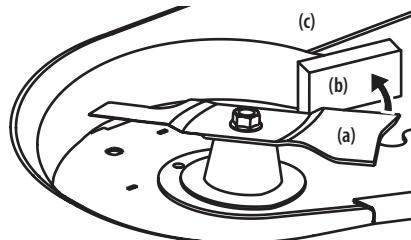

Figura 40
- Envuelva un extremo de la cuchilla (a) con un paño y sujetela para evitar que gire, o inmovilice la cuchilla (a) colocando un bloque de madera (b) entre la cuchilla (a) y el alojamiento de la plataforma (c). Consulte la Figura 40.